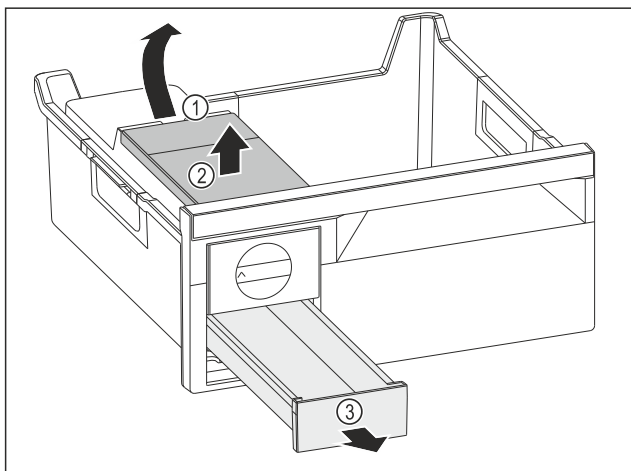

Fig. 95
- ▶ Udtagning af vandtank: Løft vandtanken i udsparringen Fig. 95 (1).
- ▶ Tag vandtanken Fig. 95 (2) op og ud.
- ▶ Tag isterningskuffen Fig. 95 (3) frem og ud.